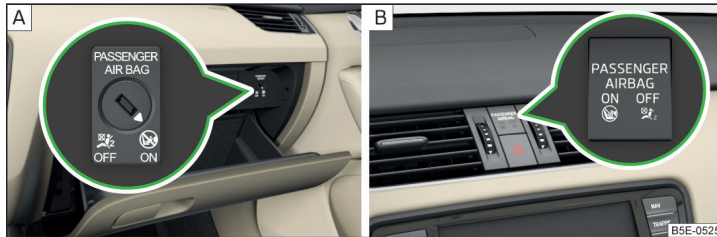

Abb. 24 Schlüsselschalter für Beifahrer-Frontairbag / Kontrollleuchte für Beifahrer-Frontairbag
Der Beifahrer-Frontairbag kann mit dem Schlüsselschalter abgeschaltet werden » Abb. 24 auf Seite 29 - A.
Stellungen des Schlüsselschalters » Abb. 24 -
**OFF** Der Beifahrer-Frontairbag ist abgeschaltet - nach dem Einschalten der Zündung leuchtet die Kontrollleuchte **OFF**  » Abb. 24 -